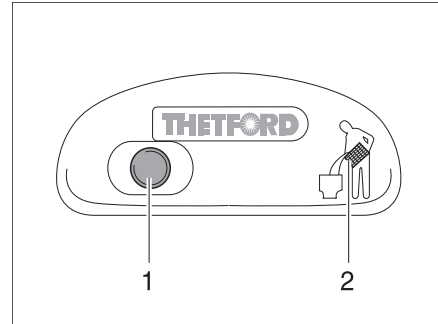

Bild 152 Spülknopf/Kontroll-Leuchte Thetford-Toilette
- Zum Spülen den blauen Spülknopf (Bild 152,1) drücken.
Die Kontroll-Leuchte (Bild 152,2) leuchtet, wenn die Thetford-Kassette entleert werden muss.